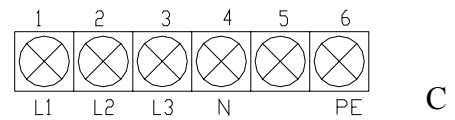

图 3
1、电源配置：请按铭牌提示电压、功率选择电源插座，选择 1.5mm²或以上的电线接入电控柜底部的电源进线端子上，如图 3 所示。L1、L2、L3 表示 A、B、三相线，N 为零线，PE 为地线。